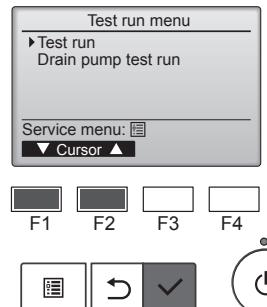

Fig. 8-2
- Wählen Sie „Test run“ (Testlauf) aus dem Testlauf-Menü, und drücken Sie die [AUSWAHL]-Taste. (Fig. 8-2)